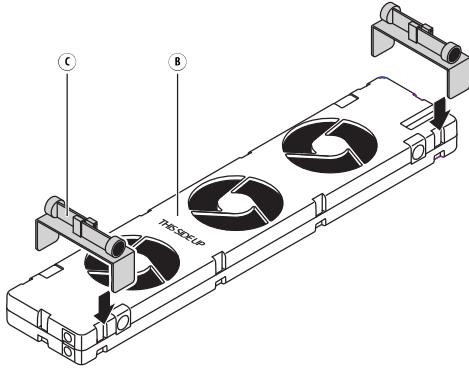

Abb. 5 - Bringen Sie die Halterungen am **SpeedComfort** (B1) an.
1. Setzen Sie die beiden **Halterungen** (C1, C2) oben auf den **SpeedComfort** (B1) (siehe Abb. 5).
2. Wiederholen Sie die Schritte 1-7 wie für einen *breiten Heizkörper*. Verwenden Sie die **verstellbaren Magnete** (c1, c2, c3, c4) an den **Halterungen** (C1, C2), um den **SpeedComfort** (B1) zwischen den Platten aufzuhängen (siehe Abb. 5 und 6). Richten Sie den **SpeedComfort** (B1) an der Vorderseite des Heizkörpers aus, um die Lüftung zu optimieren.
1. Setzen Sie die beiden **Halteungen** (C1, C2) oben auf den **SpeedComfort** (B1) (siehe Abb. 5).